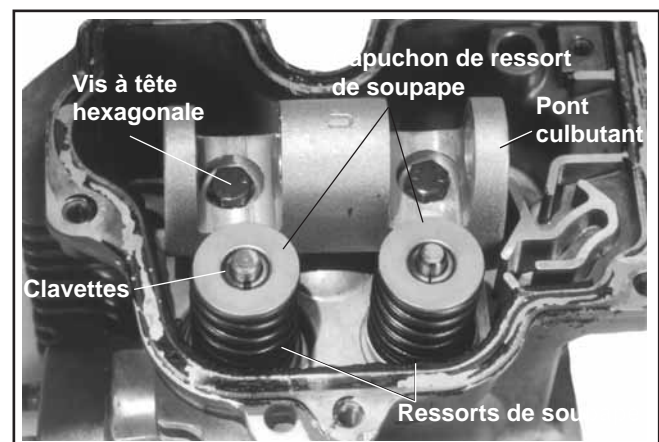

Figure 9-35. Dépose des soupapes.
- b. Retirer les deux vis hexagonales et le pont culbuteur. Voir la figure 9-35.